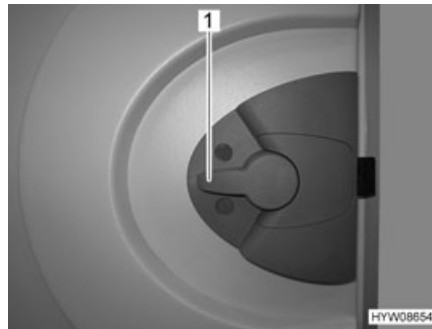

Fig. 24 Serratura della porta (porta di ingresso, lato interno)
- Apertura:* ■ Premere la maniglia della porta (Fig. 24,1) verso il basso.
- Bloccaggio:* ■ Ruotare la maniglia della porta (Fig. 24,1) per circa 45° verso l'alto e lasciarla in questa posizione.